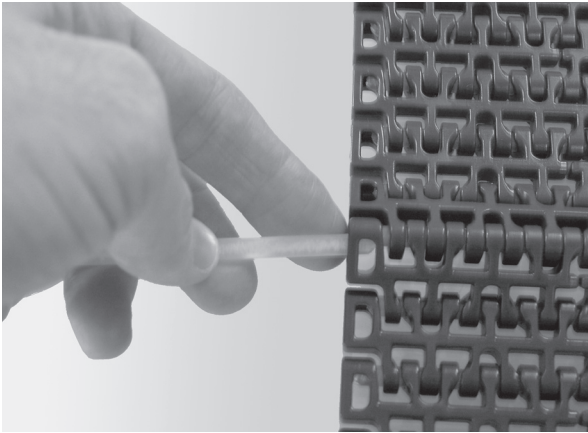

Abbildung 34
2. Verwenden Sie einen zweiten Fördergurtverbindungsstab derselben Größe, um auf der gegenüberliegenden Seite des Fördergurtverbindungsstabs zu drücken. (Abbildung 34).